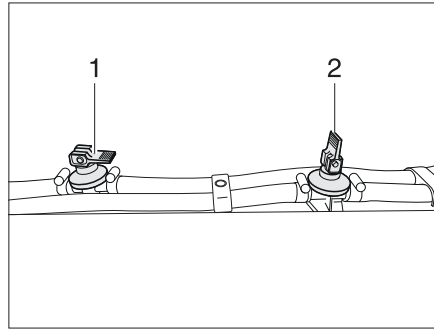

Fig. 246 Rubinetto di scarico
- Chiudere tutti i rubinetti di scarico. A questo scopo posizionare orizzontalmente la leva a bilanciere (Fig. 246,1).